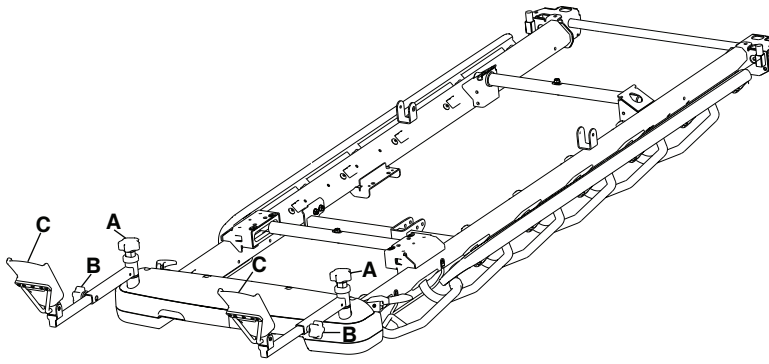

图 21 – 定位床尾支撑架
1. 旋开位于床尾支撑架顶部的膝盖旋钮 (A) 以调节床尾支撑架面对面的角度(图 21)。
2. 旋紧膝盖旋钮 (A) 以将床尾支撑架锁定在所需位置。